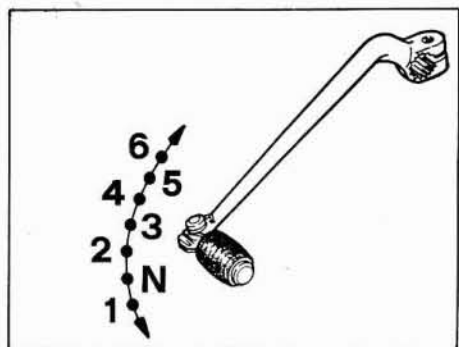

Fig. 8 - Pedale selettore.
- mettere il cambio in posizione di folle (Fig. 8);
- dopo aver fatto girare in folle il motore per alcuni minuti in modo da portarlo a temperatura ottimale di esercizio ed abbassato la leva dello starter tirare a fondo la leva della frizione e innestare la 1ª marcia (pedale verso il basso fig. 8);